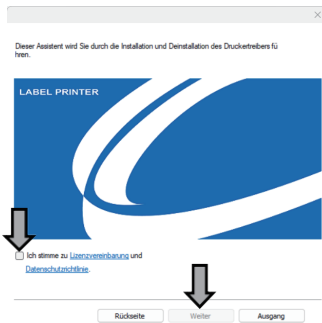

Fig.3
- ③ Fahren Sie mit dem nächsten Installationsbildschirm fort. Lesen Sie die Lizenzvereinbarung und die Datenschutzrichtlinie sorgfältig durch, aktivieren Sie anschließend „Ich stimme zu“ und klicken Sie auf „Weiter“ (siehe Abbildung 3).